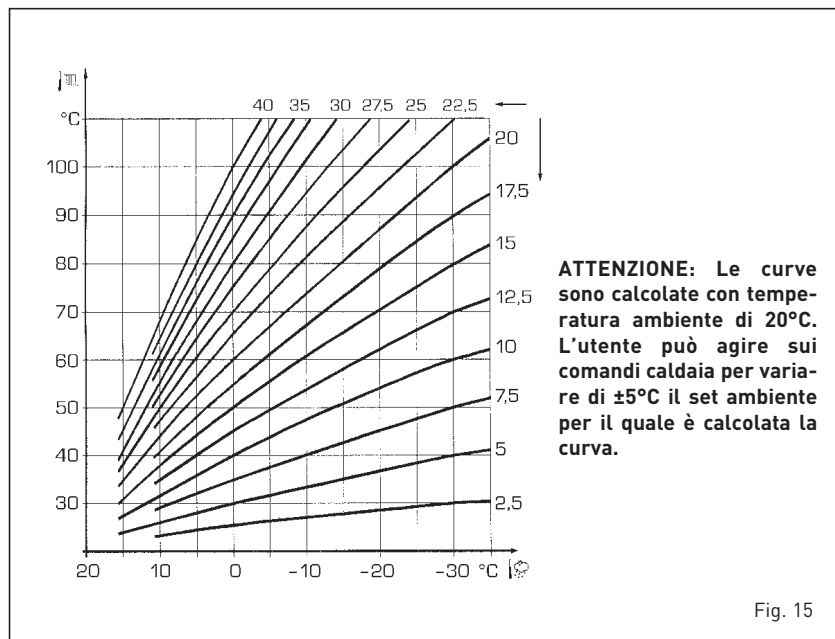

Fig. 15
3.4 Sonda esterna COLLEGATA (fig. 15)
La curva climatica da impostare è selezionabile da un valore 3 e 40 (a step di 1). Aumentando la pendenza rappresentata dalle curve di fig. 15 si incrementa la temperatura di mandata impianto in corrispondenza alla temperatura esterna.